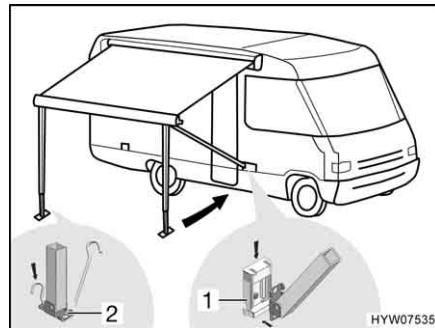

Fig. 17 Fissaggio dei montanti di supporto
- Incastrare i montanti di supporto nei supporti (Fig. 17,1) sul veicolo (se presenti), oppure fissarli sul terreno con dei puntelli (Fig. 17,2).